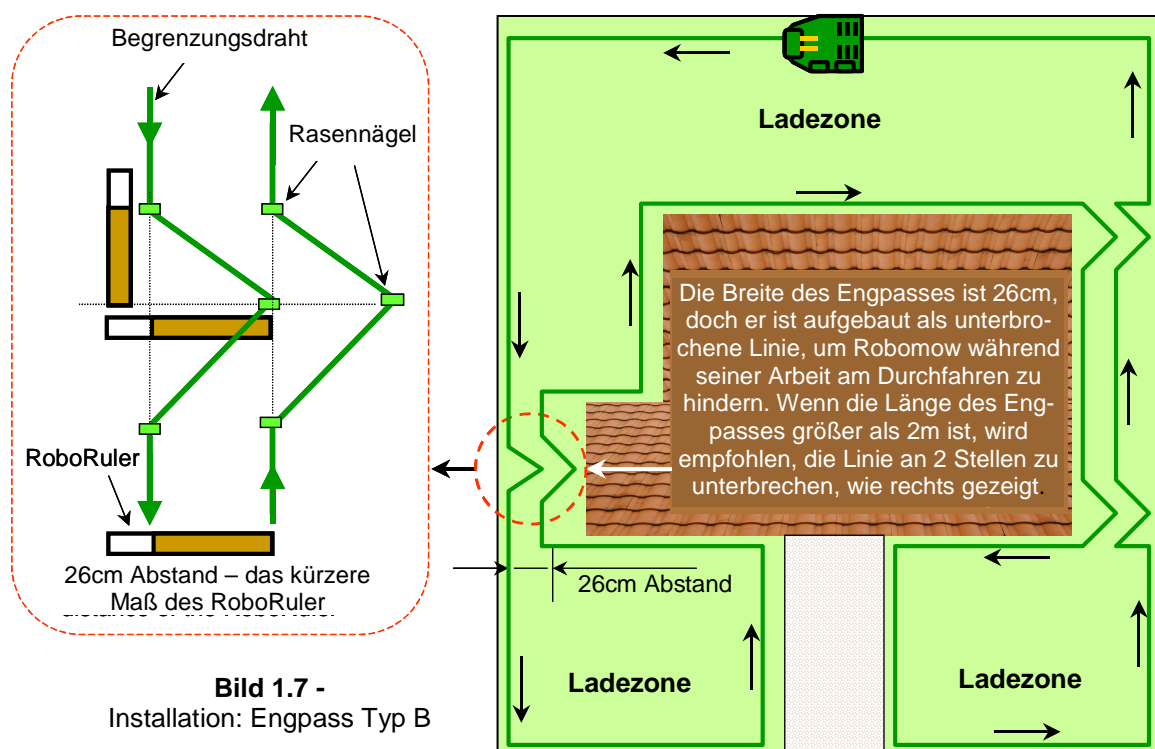

Bild 1.7 -
- Der Engpass zwischen Station und Fläche sollte mit einem Dreieck beginnen, um die Chance zu erhöhen, dass Robomow den Weg zur Station nicht befährt, während er die Fläche mäht (Scan); ein Beispiel für das Dreieck sehen Sie in Bild 1.7.